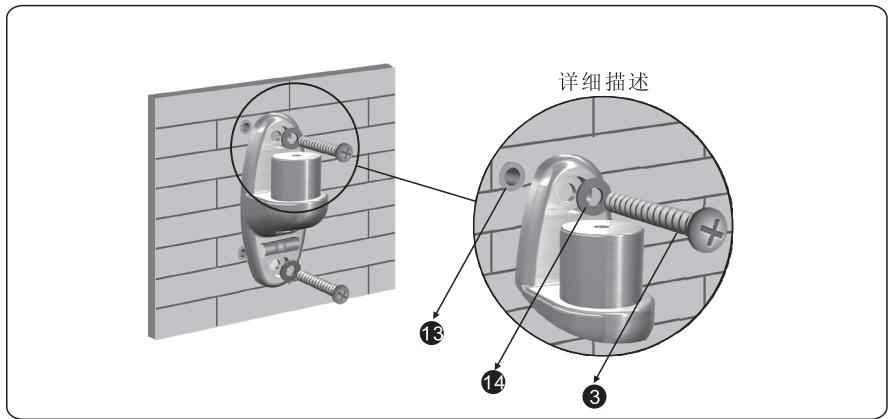

图: 1-8
- 选择ST6.3X65MM紧固螺钉穿过垫片，将墙架固定在之前所打的孔上，拧紧螺钉，将墙架完全紧固在墙上即可，请勿拧太紧(如图1-8)。